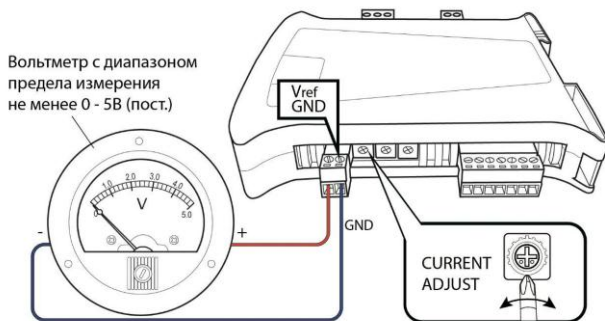

Рисунок 3. Подключение вольтметра для установки максимального тока двигателя.
- Потенциометром «*CURRENT ADJUST*» установите значение максимально потребляемого двигателем тока по вольтметру, подключенному к клеммам «*GND*» и «*V_{ref}*» в соответствии с рис. 3. Установка тока двигателя I_{lim} осуществляется согласно соотношению: